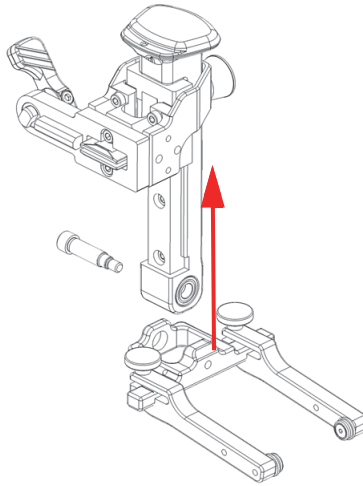

Figura 2-22 Deslizamiento fuera de la viga pivotante de horquilla
5. Deslice el carril de brazo retráctil fuera de la viga pivotante de horquilla (ver Figura 2-22 en la página 58).